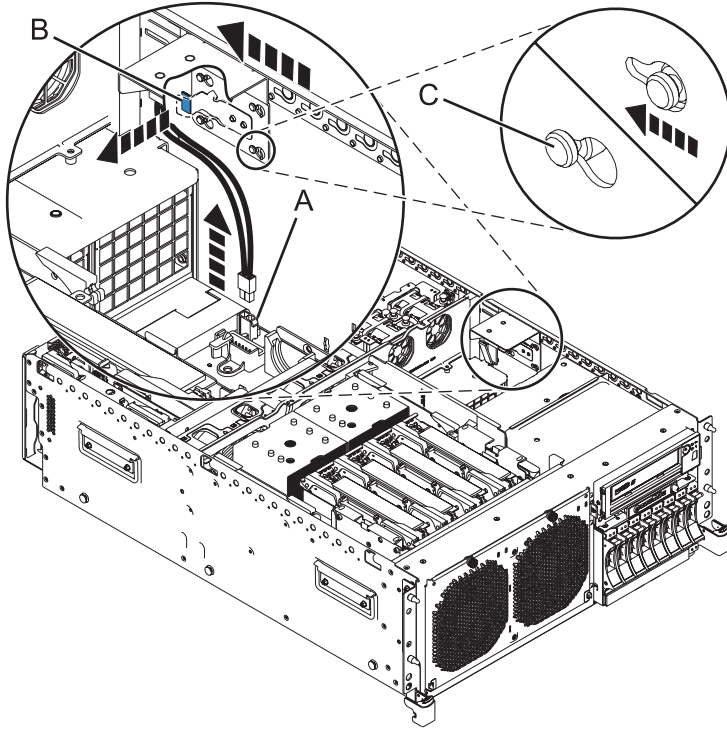
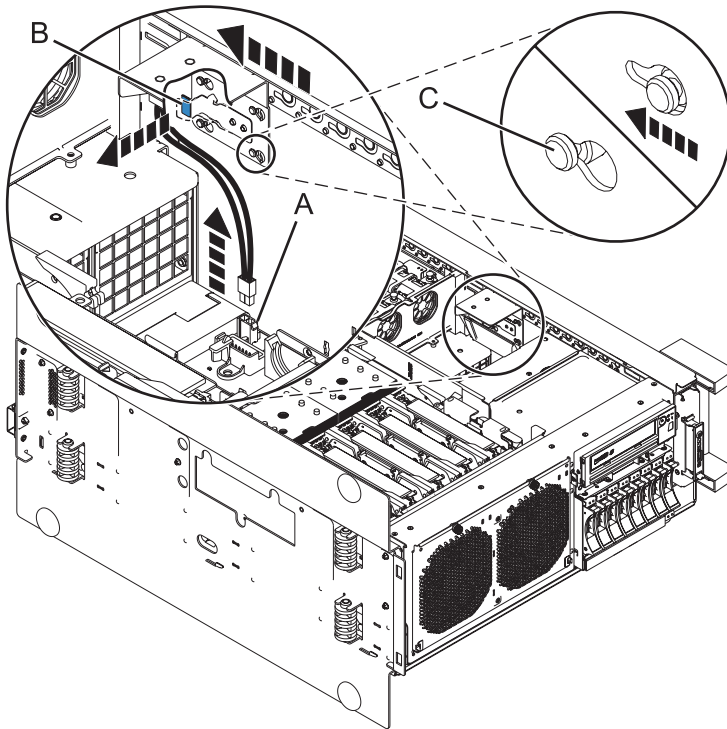

Figure 1. Retrait d'un commutateur de verrouillage d'alimentation dans un système monté en armoire
Figure 2. Retrait d'un commutateur de verrouillage d'alimentation d'un système autonome
7. Déconnectez le câble d'interface de son emplacement de connexion à la carte mère (**A**), comme indiqué dans la figure 1, à la page 3 et la figure 2, à la page 3.